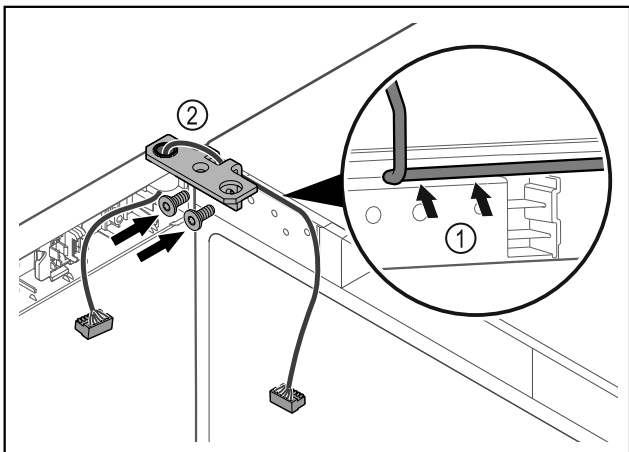

Fig. 41
- ▶ Prakiškite laidą pro šarnyrinio kampuočio angą ir atsargiai nutieskite Fig. 41 (1).
- ▶ Prisukite šarnyrinį kampuočių Fig. 41 (2).